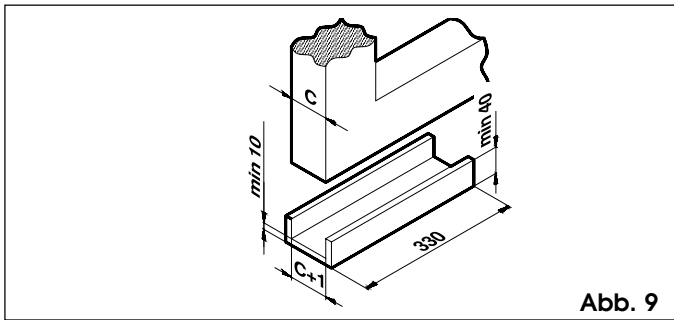

Abb. 9
- U-Profil mit den in Abb. 9 angegebenen Maßen verwenden